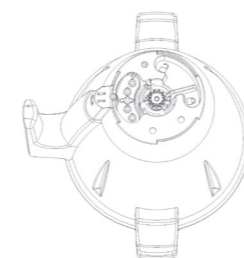

Рис. 1
2. Чтобы снять нож, держите чашу вертикально. Переведите рычажок вниз против часовой стрелки, нож разблокируется. (См. рисунок 1)